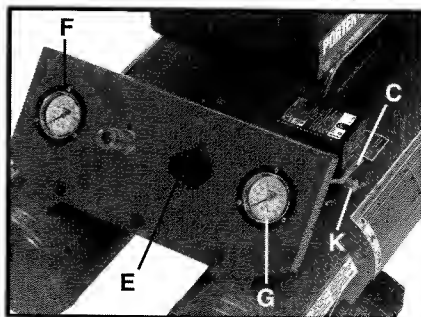

Fig. 3
Interruptor de ENCENDIDO/AUTO-APAGADO (C), Fig. 3: Ponga este interruptor en la posición de ENCENDIDO para suministrar alimentación al conmutador automático activado por presión prefijada y en la posición de APAGADO para interrumpir el suministro de alimentación al final de cada uso.
Regulador (E), Fig. 3: La presión del aire que viene del tanque de aire se controla mediante el regulador. Tire hacia arriba del pomo del regulador para DESBLOQUEARLO. Gire el pomo del regulador en el sentido de las agujas del reloj para aumentar la presión y en sentido contrario al de las agujas del reloj para reducirla. Para evitar tener que hacer algún reajuste menor después de hacer un cambio en la graduación de la presión, aproxímese siempre a la presión deseada desde una presión menor. Cuando reduzca la presión de un valor más alto a uno más bajo, reduzca primero la presión a un valor inferior al deseado y luego aumentela hasta el valor deseado. Según los requisitos de aire de cada accesorio específico, es posible que
Manómetro de salida (F), Fig. 3: El manómetro de salida indica la presión de aire disponible en el lado de salida del regulador. Esta presión es controlada por el regulador y siempre es menor o igual que la presión del tanque. Consulte la sección "Procedimientos de funcionamiento".
Manómetro del tanque (G), Fig. 3: EL manómetro del tanque indica la presión del aire de reserva del tanque.
Válvula de seguridad (K), Fig. 3: Si el conmutador activado por presión prefijada no apaga el compresor de aire al alcanzar el punto de presión de desconexión, la válvula de seguridad protegerá contra la presión alta “disparándose” cuando se alcance su presión ajustada de fábrica (un valor un poco mas alto que el punto de presión de desconexión del conmutador activado por presión prefijada).